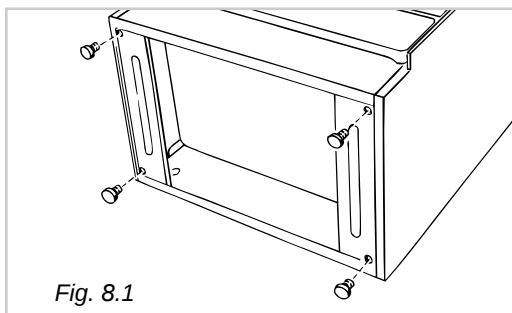

Fig. 8.1
- Montare i piedini di appoggio per evitare di danneggiare il pavimento. Per fare ciò, adagiare la cucina sul pavimento, come illustrato in fig. 8.1, ed innestare a pressione i 4 piedini in dotazione negli appositi fori.